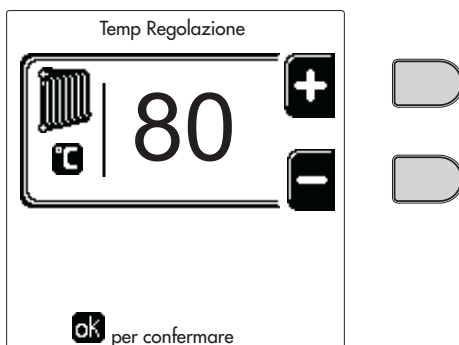
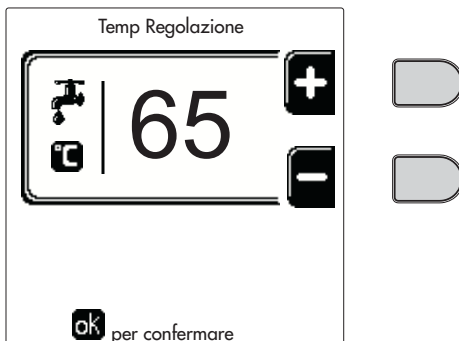

fig. 12
fig. 14
- **ON.** In caso di richiesta Riscaldamento/Sanitario, la caldaia lavora alla Temperatura di Regolazione Riscaldamento/Sanitario (fig. 12/fig. 14) impostata.
- **■.** In caso di richiesta Riscaldamento/Sanitario, la caldaia lavora alla Temperatura di Regolazione Ridotta. La temperatura Ridotta si ottiene sottraendo il valore della Temperatura Regolazione Riduzione (fig. 13/fig. 15) alla Temperatura di Regolazione Riscaldamento/Sanitario (fig. 12/fig. 14) impostata.